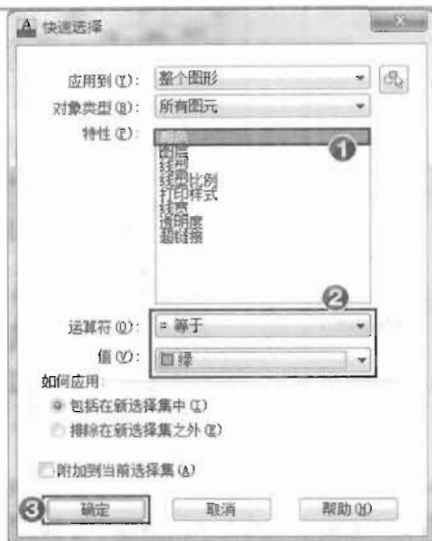

图 5-105
(1) 打开配套光盘中的“操作示例 5-11.dwg”文件。
(2) 执行“工具>快速选择”菜单命令，然后在弹出的“快速选择”对话框中设置过滤条件，如图 5-105 所示。